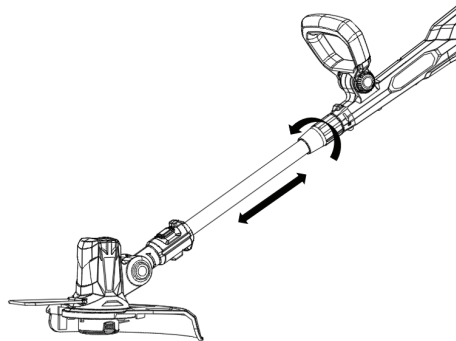

Рис. 3 Регулировка длины телескопической штанги
1. Открутите зажим соединительной муфты против часовой стрелки и вытяните телескопическую штангу до необходимой Вам длины (Рис. 3), после чего закрутите зажим соединительной муфты.